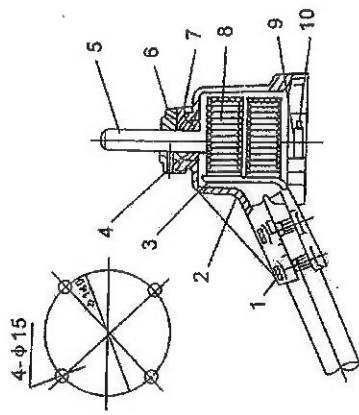

图1-5 接线座
3) 接线座部分(图1-5) 导电棒可以在 90° 范围内灵活转动。